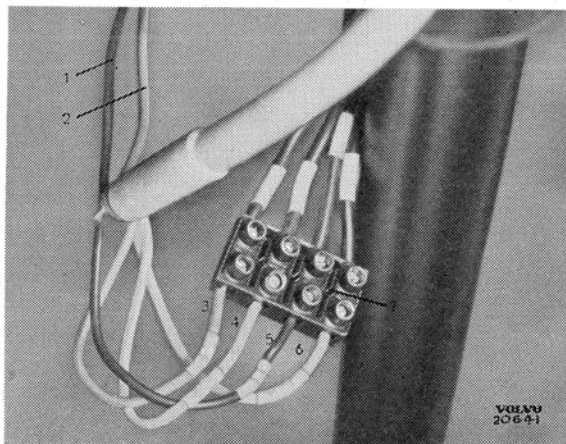

Bild 29.
4. Koppla loss ledningarna (1 och 2 bild 29) vid blinkdonet, samt ledningarna (3—6) vid skarvstycket (7). Märk upp samtliga ledningarna och var de är anslutna.